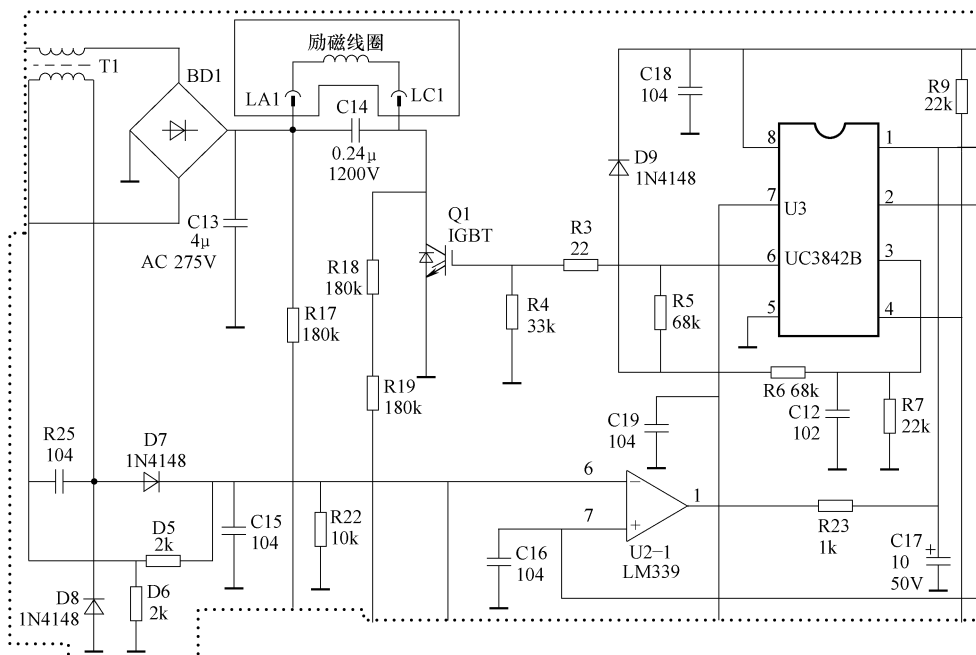

图 4-57 T1 ~ U3 之间相关电路截图
**维修笔记** T1 ~ U3 之间相关电路截图如图 4-57 所示。